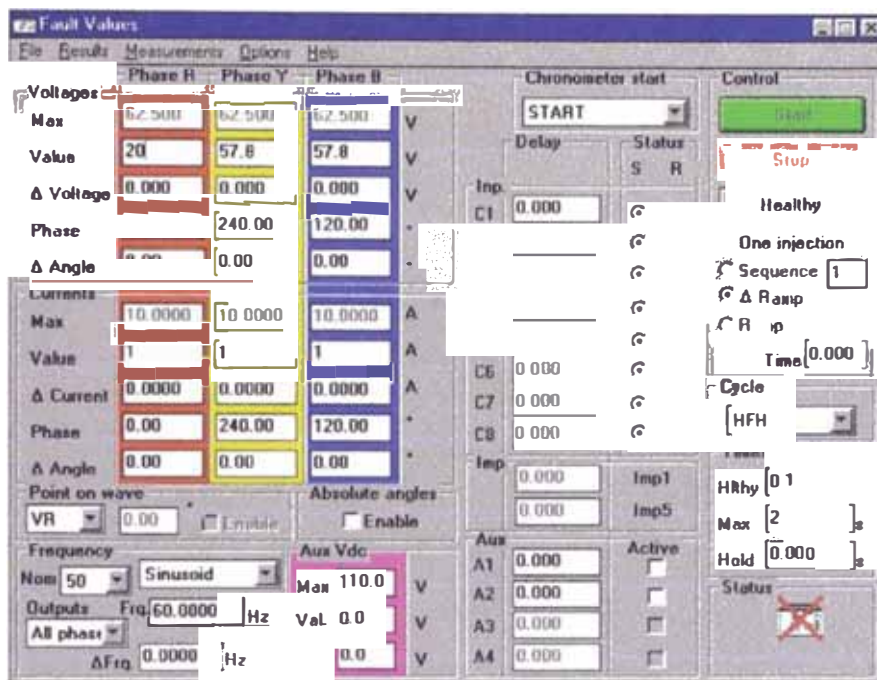

Figura IV.5
4.3.2.2 Valores de falla (Ver figura IV.5)